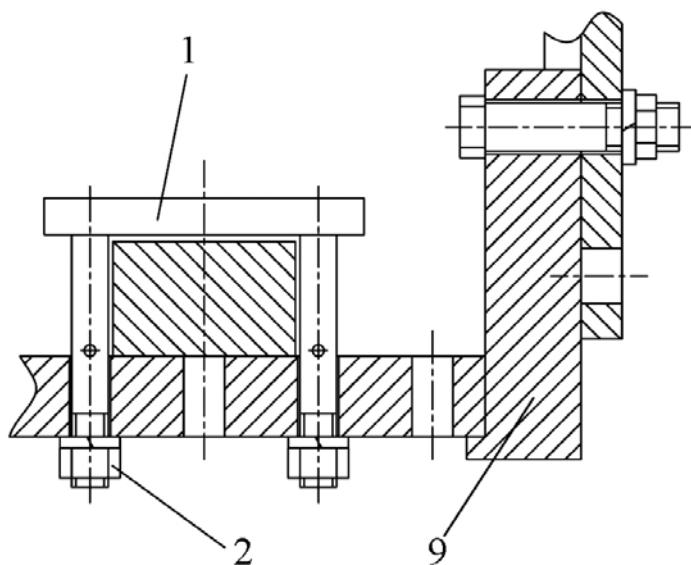

Рисунок 9.15
- а) снимите скобу 1 (рисунки 9.13, 9.15), предварительно отвернув гайки 2 (рисунок 9.15);
- д) снимите поперечину 9 (рисунок 9.15) с направляющих 10, 11 (рисунки 9.13, 9.16);